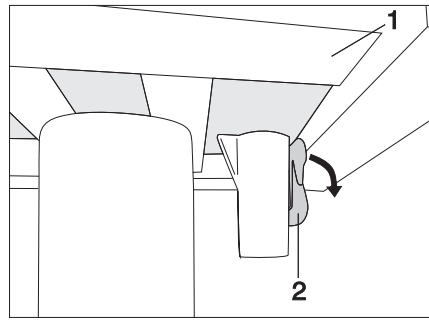

Fig. 97 Arresto tavolo a colonna (bloccato)
- Spingere la leva di bloccaggio (Fig. 97,2) verso il basso.
- Spingere il piano del tavolo (Fig. 97,1) nella posizione desiderata.
- Spingere la leva di bloccaggio (Fig. 97,2) verso l'alto.